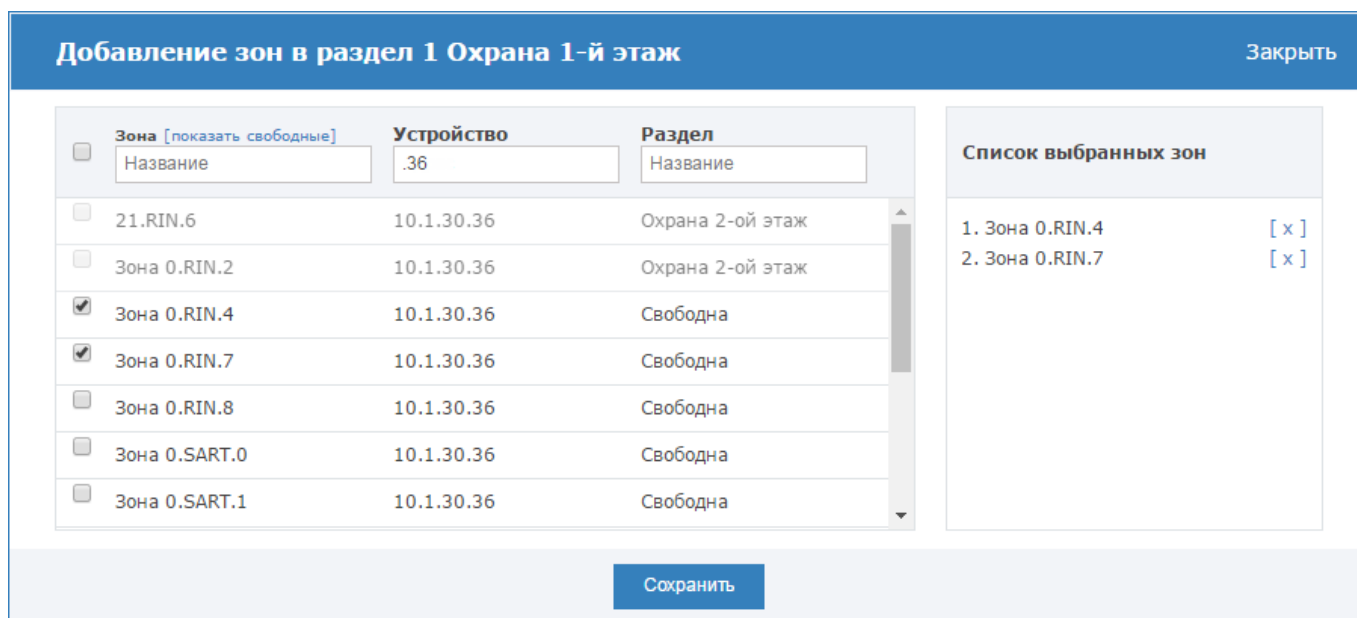

Рисунок 9.63 — Добавление охранных зон в раздел
- В отобразившемся окне в поле **Устройство** введите IP-адрес устройства (или часть IP-адреса), зоны которого вы хотите добавить в раздел. Из списка зон устройства отметьте флажком требуемые зоны. Если какая-то зона добавлена по ошибке, её можно удалить, нажав на кнопку  в блоке **Список выбранных зон** (рисунок 9.63). В один раздел могут входить зоны разных устройств.